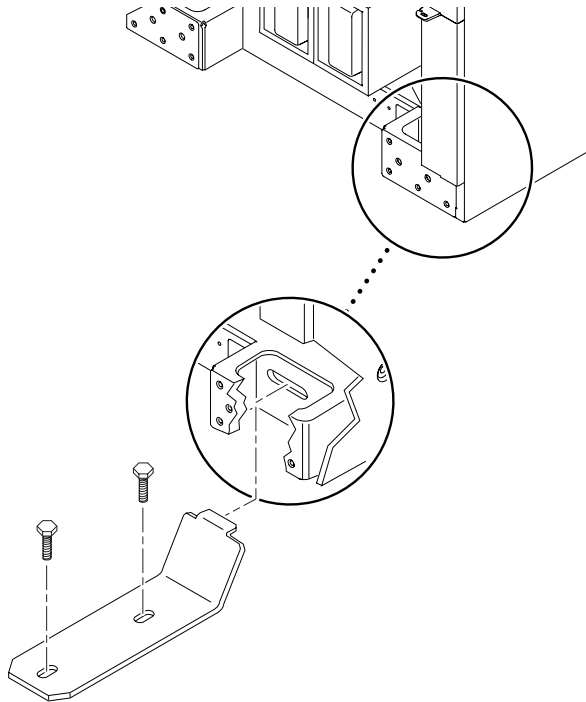

图 2-6 用支架将 Sun Fire 6800 系统固定到地面
11. 使用在步骤 2 和步骤 6 中卸下的前支架和后支架，将系统固定到操作位置（图 2-6）。